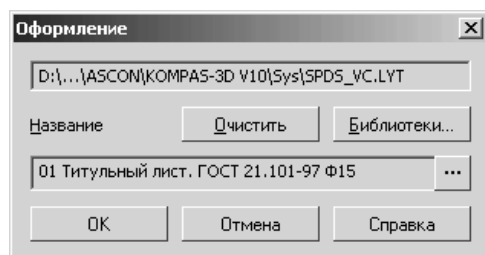

Рис. 10.11. Диалоговое окно **Оформление** с выбранным стилем оформления
- щелкните дважды в диалоговом окне **Выберите стиль оформления** по пункту **01 Титульный лист ГОСТ 21.101-97 Ф15**. Название выбранного стиля оформления появится в диалоговом окне **Оформление**, показанное на рис. 10.11.
- щелкните дважды в диалоговом окне **Выберите стиль оформления** по пункту **01 Титульный лист ГОСТ 21.101-97 Ф15**. Название выбранного стиля оформления появится в диалоговом окне **Оформление** (см. рис. 10.11);